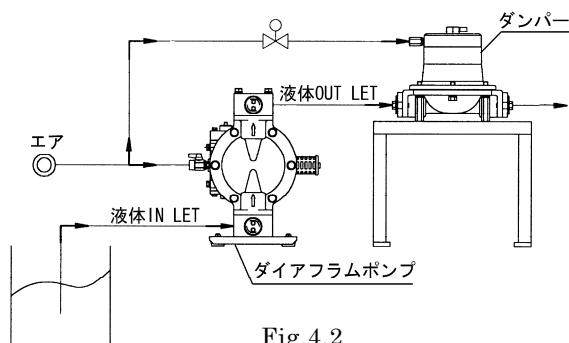

Fig.4.2
1) ポンプに接続されているエア配管よりエアレギュレーターを用いて分岐して、エア供給口にホースを接続してください。詳細については<NOTE>を参照してください。(Fig.4.2)